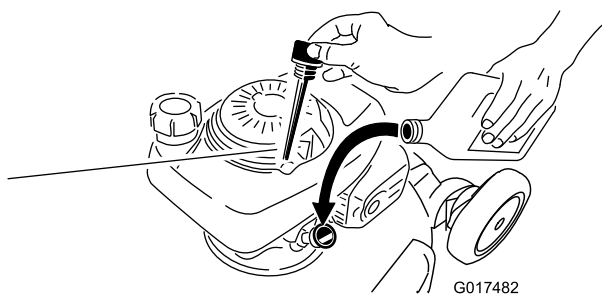

Figure 6
1. Retirez la jauge (Figure 6).
2. Versez de l'huile **avec précaution** dans le tube de remplissage d'huile, en vérifiant régulièrement le niveau sur la jauge, jusqu'à ce que la jauge indique que le moteur est plein, comme illustré (Figure 6). Attendez 3 minutes après avoir fait l'appoint d'huile avant de contrôler le niveau d'huile avec la jauge. **Ne remplissez pas excessivement.** (Remplissage max. : 0,55 l (18,6 oz ou 0,58 quart), **type : huile détergente SAE 30** de classe de service API SH, SJ, SL ou supérieure.)